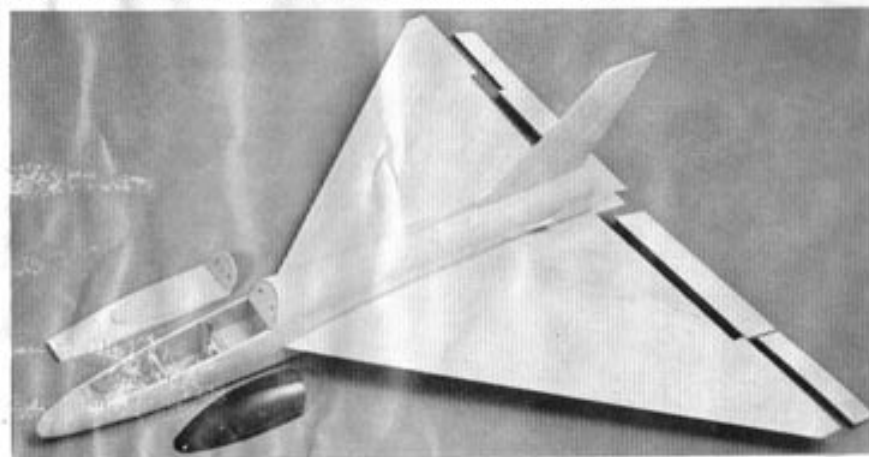

Abb. 8
Jetzt werden nach genauem Ausrichten des Kabinengerippes, die Löcher für die Befestigungsdübel (51) gebohrt. Um ein Ausfransen des Holzes zu vermeiden, bohrt man mit ca. 4—5 mm \varnothing und feilt die Bohrungen mit einer Rundfeile auf das geforderte Maß auf. Zum Bohren für den vorderen Dübel (52) muß man selbstverständlich die Kabine vom Rumpf abnehmen. Bei Teil (52) ist zu beachten, daß es nur ca. 5 mm lang ist und mit der Unterkante bündig verleimt wird. Ist die Leimung der Dübel trocken, wird die Kabine wieder auf den Rumpf aufgesetzt und ausgerichtet und durch die Dübelmitte (52) ein Loch mit mindestens 2,6 mm \varnothing gebohrt. Dabei auch Teil (31) durchbohren. Damit ist die Lage der Kabine zum Rumpf festgelegt. Teil (31) wird nun auf 4 mm \varnothing aufgebohrt, um die Einschlagmutter (32) aufnehmen zu können. Die Schraube (53) hält die Kabine fest. Der Kabinenboden (54) wird nun genau mittig auf Teil (49) aufgeleimt. Die Kabinenhaube (55) wird nun ebenfalls ausgeschnitten und angepaßt, jedoch wegen der späteren Lackierung noch nicht festgeleimt. Dazu siehe Abb. 8.
Jetzt kann man den gesamten Rumpf in die endgültige Form hobeln und schleifen. Dies sollte gemäß der Zeichnung, den Schnitten und Abb. 8 geschehen.